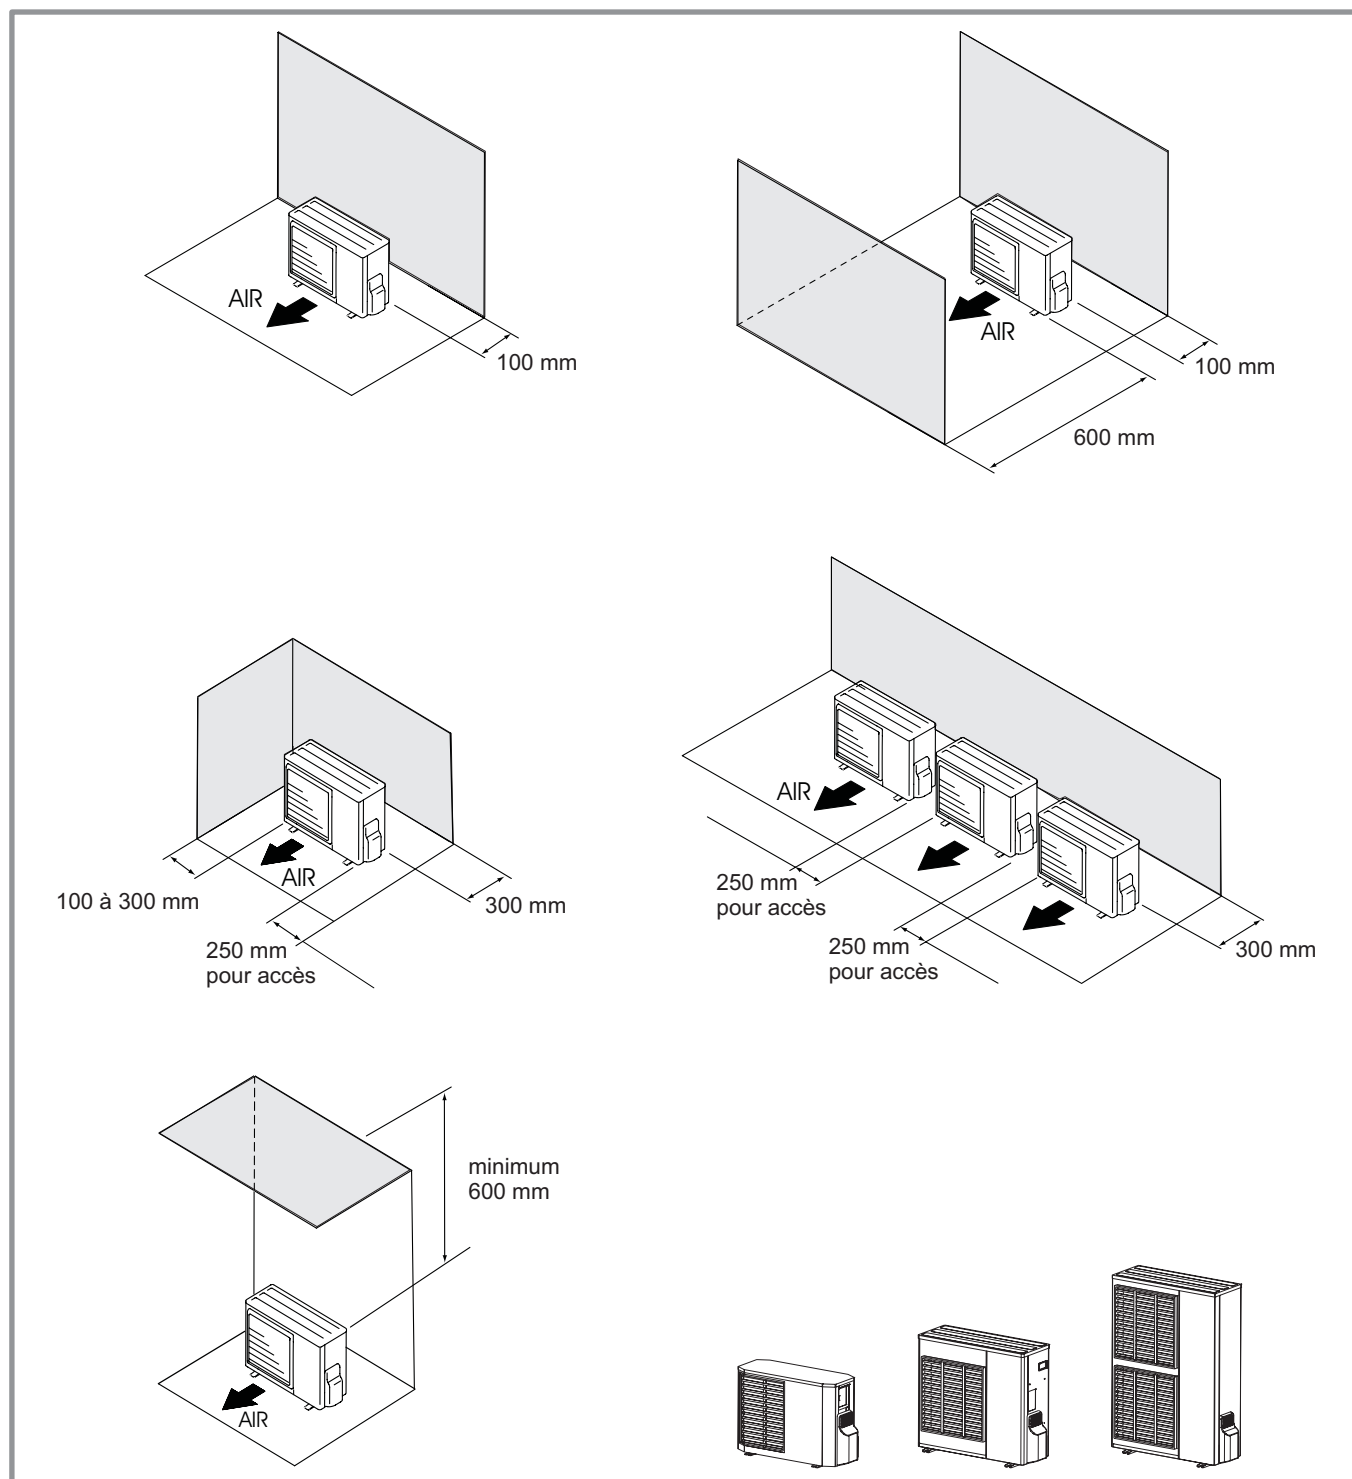

figure 12 - Dégagements minimum d'installation autour de l'unité extérieure (tous modèles)
☞ **L'unité extérieure doit exclusivement être installée à l'extérieur (dehors). Si un abri est requis, il doit comporter de larges ouvertures sur les 4 faces et respecter les dégagements d'installation (figure 12).**
- L'appareil doit être parfaitement accessible pour les travaux d'installation et de maintenance ultérieurs (figure 12).
- Aucun obstacle ne doit entraver la circulation de l'air à travers l'évaporateur et en sortie du ventilateur (figure 12).